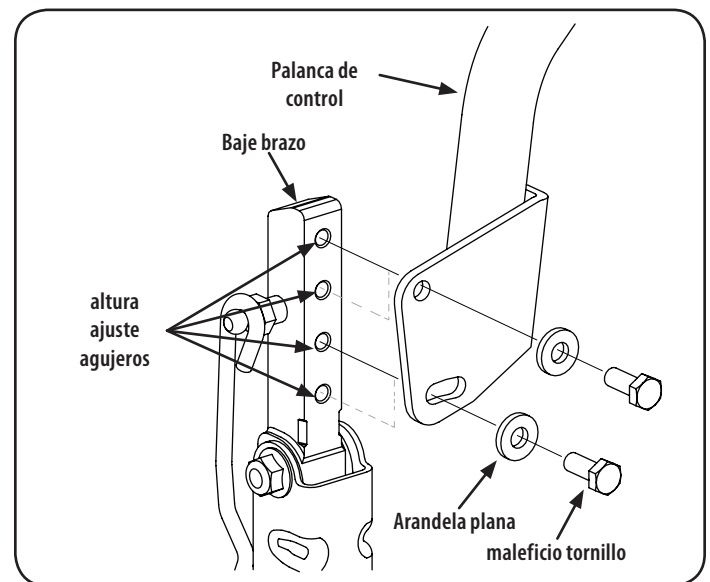

Figura 25
2. Mientras sujeta la palanca de control para evitar que se caiga, quite el tornillo hexagonal y la arandela plana de la parte inferior de la palanca de control y el brazo inferior. Consulte la Figura 25.